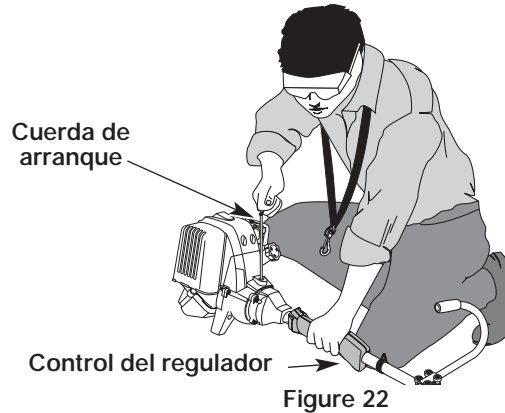

Figure 22
ADVERTENCIA: Evite los arranques accidentales. Colóquese en posición de inicio cuando tire de la cuerda de arranque (Fig. 22). El operador y la unidad deben estar en una posición estable al arrancar la unidad para evitar graves lesiones personales.
5. Con la unidad en posición de arranque (Fig. 22), tire de la cuerda de arranque rápidamente hasta que el motor arranque.
6. Cuando el motor arranca, mueva la palanca del obturador a la posición de **MARCHA (RUN) (C) [—]**, y hágalo funcionar con regulación máxima durante 30 segundos.
1. Saque su mano del control del regulador (Fig. 22). Deje que el motor funcione en mínima.